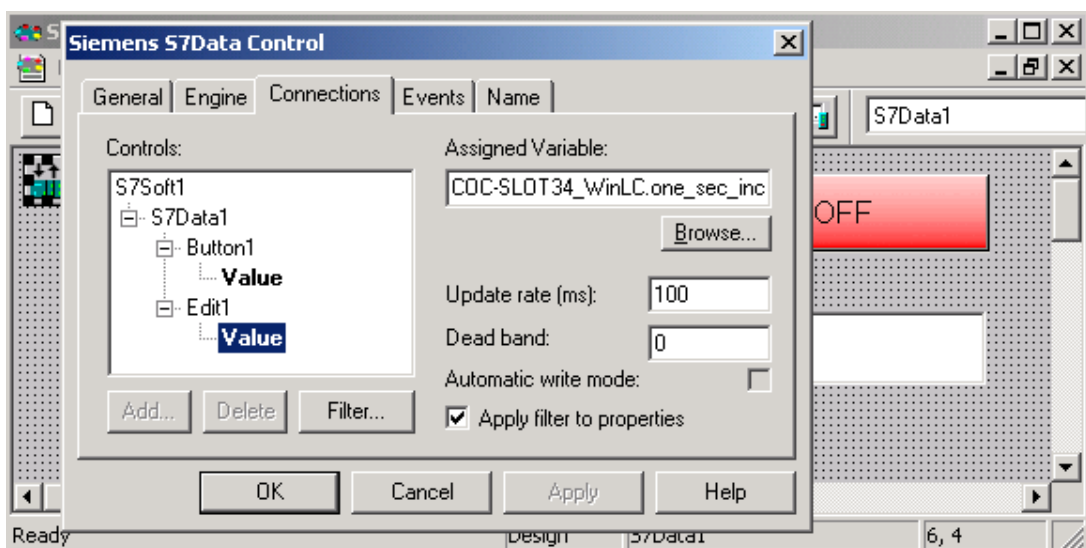

图 3.6 设置对象的 value 属性值
(4) 选中 Connections 选项卡，分别设置对象 Button1 和 Edit1 的 value 属性值。这里我们将 Button1 的 value 设成“COC-SLOT34\_WinLC.inc\_button (即 I0.0)，将 Edit1 的 value 值设成“COC-SLOT34\_WinLC.one\_sec\_inc (即 MW10)。结果如图 3.6 所示。单击“OK”退出设置窗口。